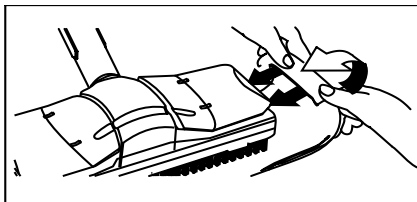

Bild 9
- ➔ Fäst fast golvduken (H3) på golvmunstycket (H1). Vik samman golvduken på längden och ställ golvmunstycket ovanpå. Dra efter varandra golvdukens utstickande ändar under hållklämmorna (H2) (se bild 9).